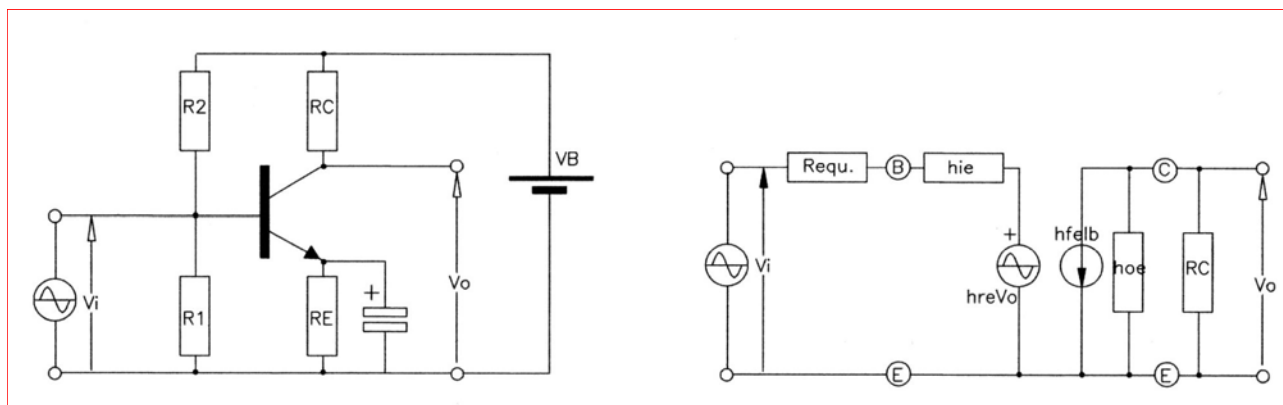

Figura 3: dal circuito statico a quello dinamico
- Nella seconda equazione h_{fe} deve essere un numero ed è un numero importantissimo perché sul circuito di uscita genera una corrente h_{fe} volte I_b che è la corrente d'ingresso, e rappresenta il guadagno di corrente del transistor, mentre h_{oe} deve essere una conduttanza e rappresenta la conduttanza di uscita. Dalle considerazioni fin qui fatte il circuito equivalente del transistor nel funzionamento dinamico diviene quello raffigurato in figura 3. Prima di analizzare il circuito equivalente è opportuno fare alcune considerazioni. Sul primo circuito di figura 3 abbiamo la resistenza R_e con in parallelo un condensatore elettrolitico. Lo scopo di quest'ultimo è quello di creare un'impedenza così piccola, rispetto alla frequenza di lavoro, da rendere trascurabile il valore del parallelo dei due componenti, perciò nel funzionamento dinamico l'emettitore del transistor può essere considerato al potenziale di massa.